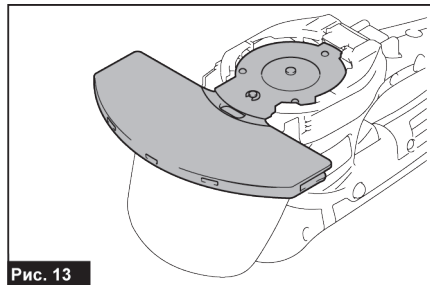

Рис. 13
6. Переверните режущие ножи и установите их так, чтобы штифты инструмента вошли в отверстие на плите основания (рис. 13). Убедитесь, что режущие ножи надежно зафиксированы.